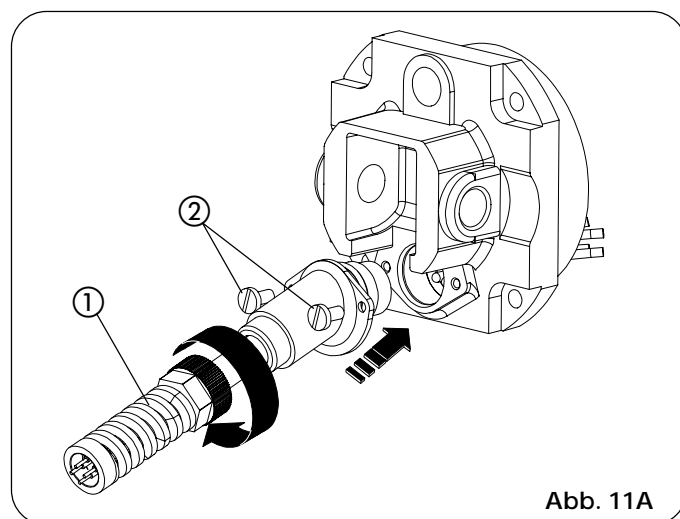

Abb. 11A
- A) Die beiden schwingungsdämpfenden Distanzstücke ② auf den vorderen Flansch einsetzen.
B) Das Schutzgehäuse einführen und hierzu kräftig in die hintere Abdeckung ① eindrücken.
C) Das Schutzgehäuse mit der selbstschneidenden Schraube ③ befestigen.
D) Die vordere Abdeckung ⑤ auf das Schutzgehäuse aufsetzen und es mit dem FIX Verschluss ④ befestigen.
- 12) Den Biegeschutz für Stromkabel montieren (Bez. ①, Abb. 11A).
- Das Versorgungskabel des Antriebs anschließen (Abb. 11A).
- Die Schrauben anschrauben (Bez. ②, Abb. 11A).